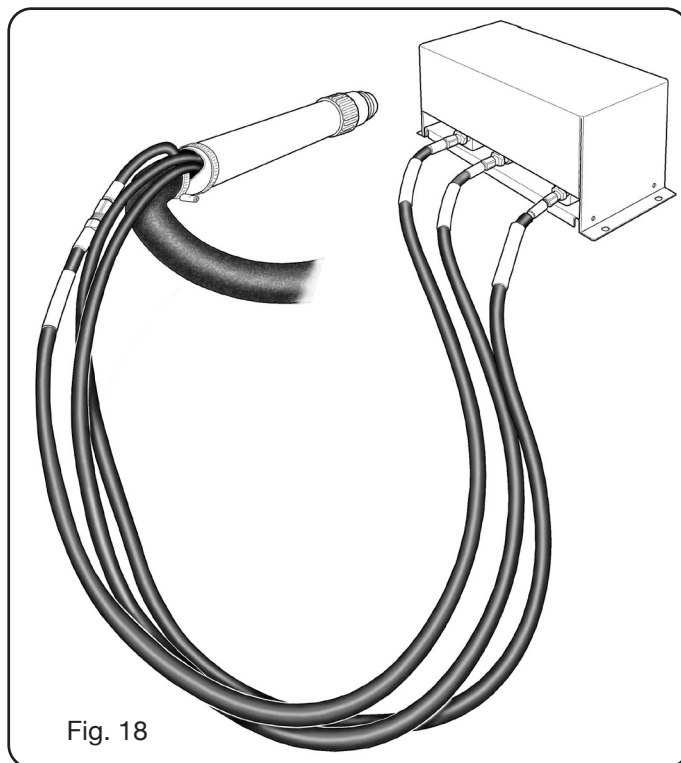

Fig. 18
- Collegare il fascio di tubi uscenti dalla torcia alla console valvole PVC (art.469) serrandoli alle rispettive uscite dei gas e seguendo l'ordine indicato dalla marcatura sugli stessi (vedi Fig. 18).